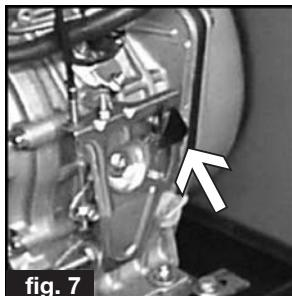

fig. 7
- 1) W180 (Motore YANMAR): Riportare il comando acceleratore, posto sul motore (vedi fig. 7), in alto; attendere il completo spegnimento del motore; riportare la chiave sulla posizione "OFF".